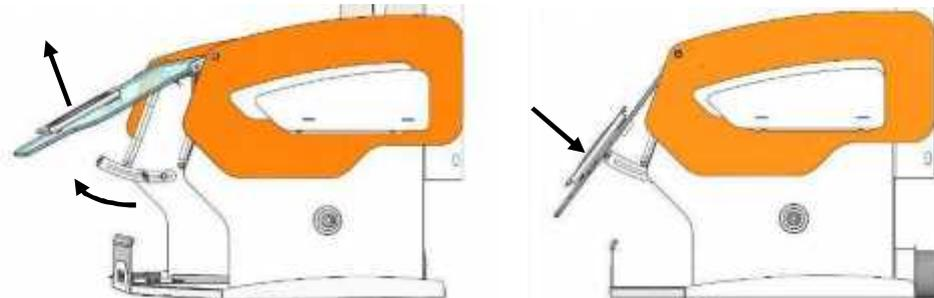

Рис.12
6.12 Отрегулировать наклон экрана, оптимальный для работы, рис.12.